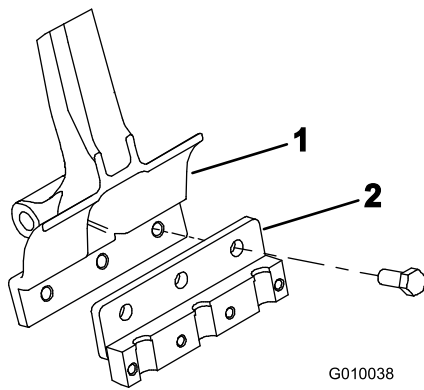

図 22
2. 各タイヤ・アームにタイヤ・ホルダーを取り付ける(図 22)；ボルト(1/2 x 1-1/4 in) 3 本を使用。ボルトを101.6N·m(10.4kg·m)にトルク締めする。